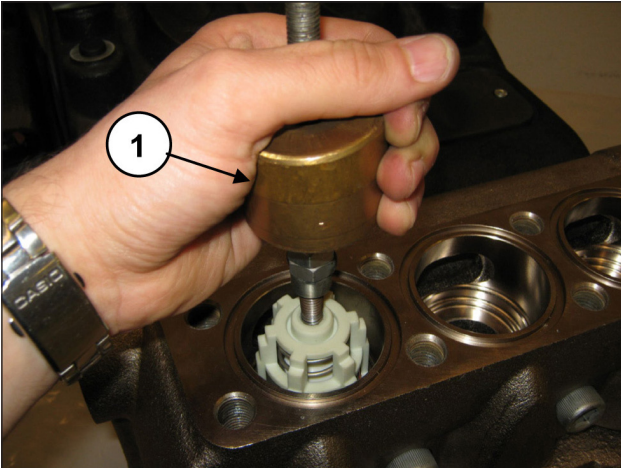

Fig. 135
Extraire le groupe de la soupape de refoulement en utilisant un outil à inertie (réf. 27516400) appliqué à l'orifice M10 du guide de soupape (rep. ①, Fig. 135).